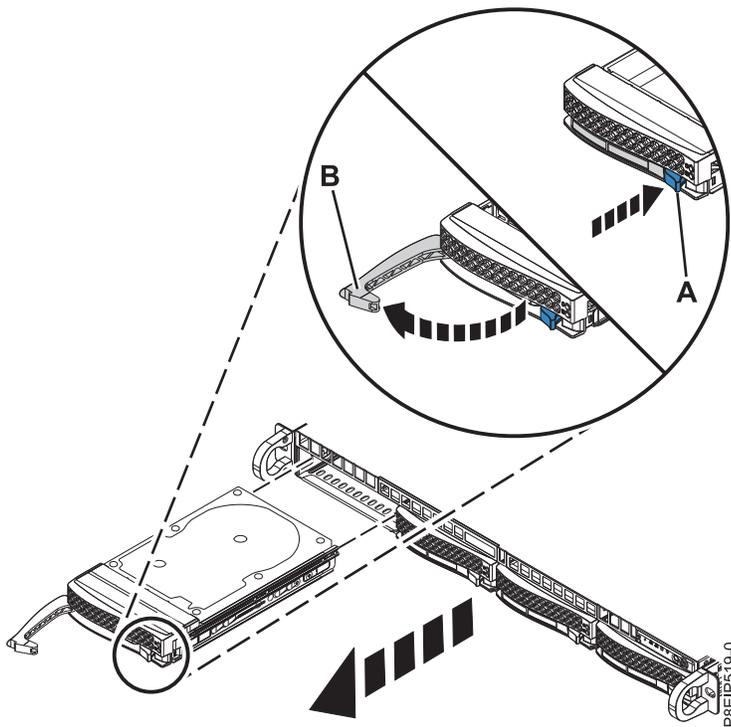

Abbildung 1. Plattenlaufwerk ausbauen
4. Entriegeln Sie den Griff an der Laufwerkposition (**B**), indem Sie auf den Griffentriegelungshebel (**A**) drücken (siehe Abb. 1). Ziehen Sie den Griff (**B**) in Ihre Richtung. Wird der Griff nicht ganz nach außen gezogen, lässt sich das Laufwerk nicht aus dem System schieben. Bauen Sie das Laufwerk aus dem System aus und stützen Sie dabei die Unterseite des Laufwerks. Wenn das Laufwerk nicht der Modell- und Seriennummer entspricht, die Sie im vorherigen Schritt notiert haben, installieren Sie das Laufwerk erneut an der Laufwerkposition, aus der Sie es ausgebaut haben, und prüfen Sie die anderen Laufwerkpositionen.